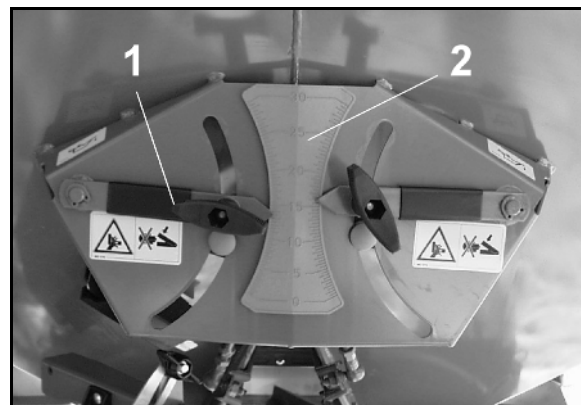
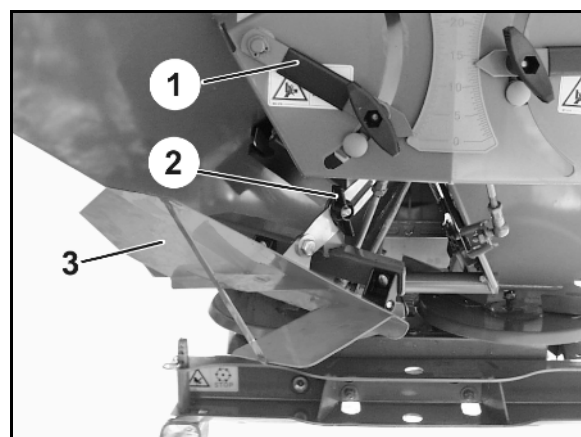

Fig. 85
Fig. 86
- Cerrar la corredera izquierda (Fig. 85/1).
2. Soltar la tuerca de mariposa (Fig. 85/2).
3. Girar hacia abajo la pantalla limitadora (Fig. 85/3) para pasar de la posición plegada a la posición de trabajo (Fig. 86).
4. Apretar la tuerca de mariposa (Fig. 85/2).